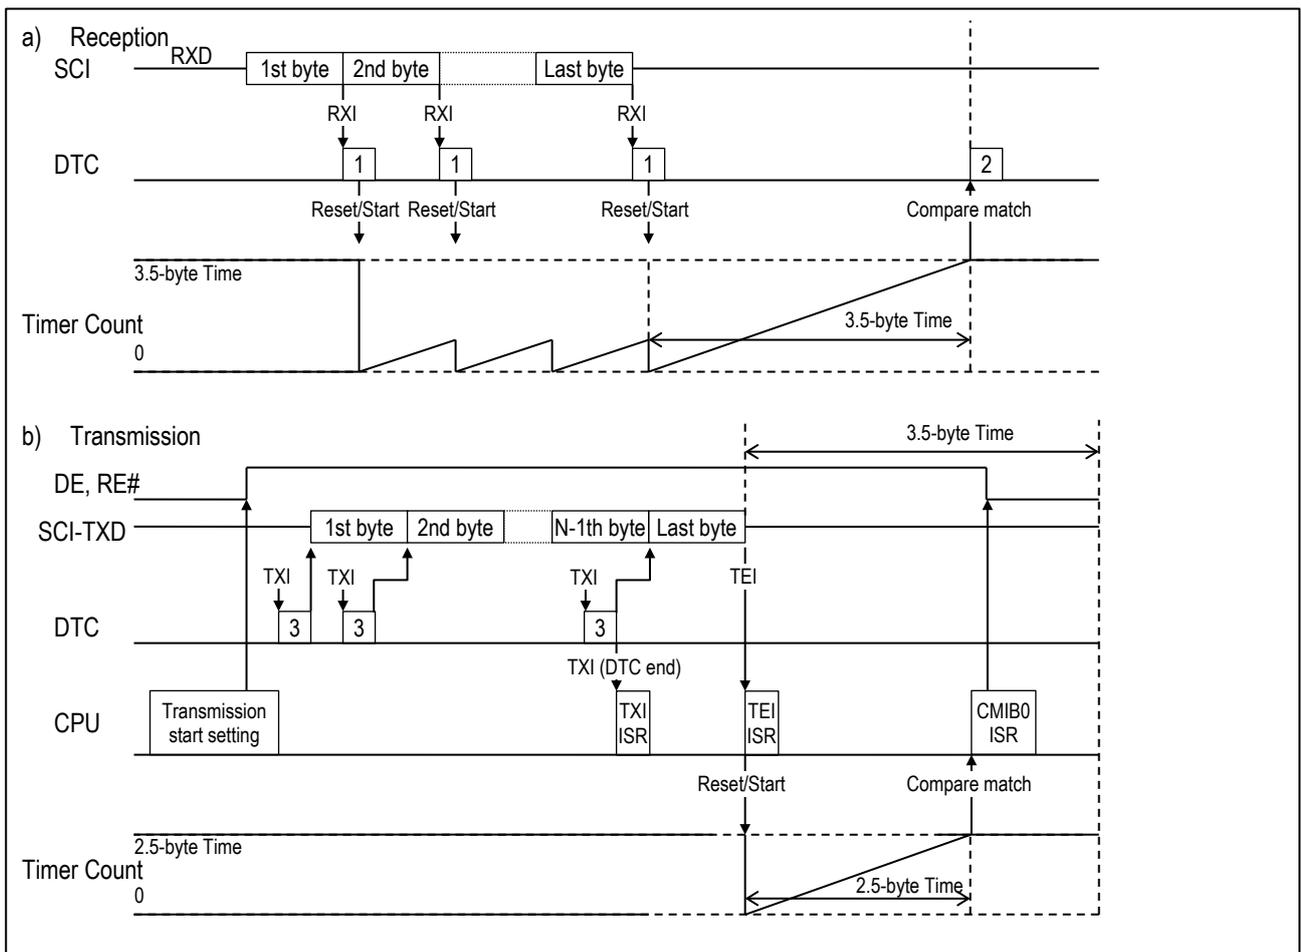
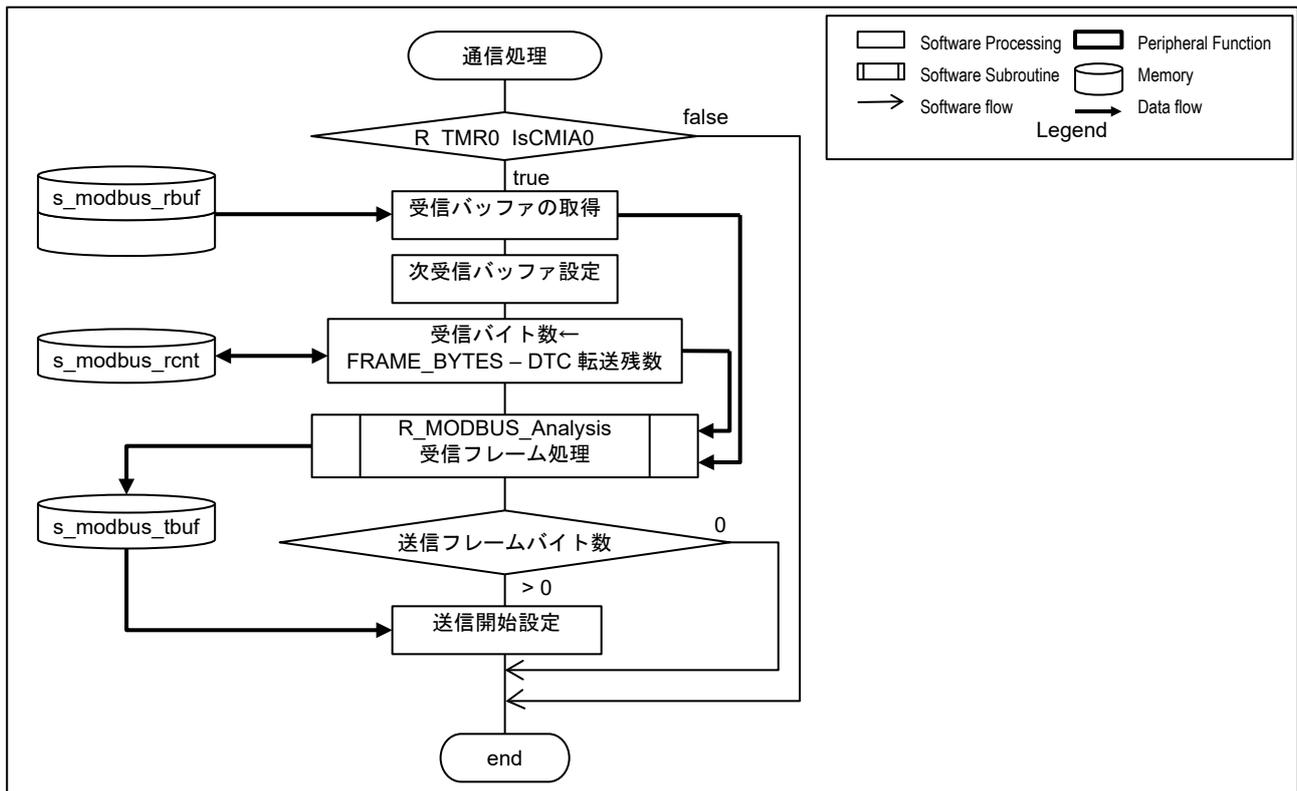

図 8-3 Modbus 通信タイミングチャート
図 8-4 Modbus 通信処理フロー
通信のタイミングチャートを図 8-3 に、通信処理フローを図 8-4 に示します。
- (1) 1byte 受信ごとの RXI1 割り込み要求で、DTC 転送 1(DTC_RXI1)により以下を行う。
- (2) TMR0 コンペアマッチ A 割り込み要求(CMIA0)で、DTC 転送 2(DTC_CMIA0)により以下を行う。
- (3) プログラムは、図 8-4 に示すように、CMIA0 を検出した場合に DTC 転送回数を取得・クリアし、受信バッファの Modbus 受信フレームを処理する。
- (1) 送信準備として、プログラムは図 8-4「送信開始設定」で以下を行う。
- (2) TXI1 割り込み要求で、DTC 転送 3(DTC_TXI1)により送信フレームの 1byte を送信レジスタに転送
- (3) DTC 転送 3 (DTC_TXI1)完了による TXI1 割り込み要求で、割り込みハンドラにより以下を行う
- (4) TEI 割り込み要求で、割り込みハンドラにより以下を行う